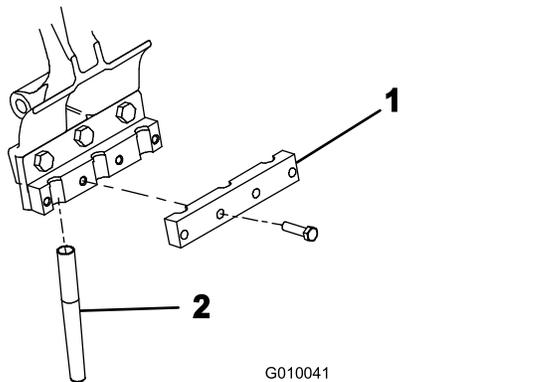

Figura 26
5. Su ogni portafustelle montate, senza serrarlo, un pezzo di bloccaggio (Figura 26) con 4 bulloni ($\frac{3}{8}$ " x $1\frac{1}{2}$ "). Non serrate i bulloni.